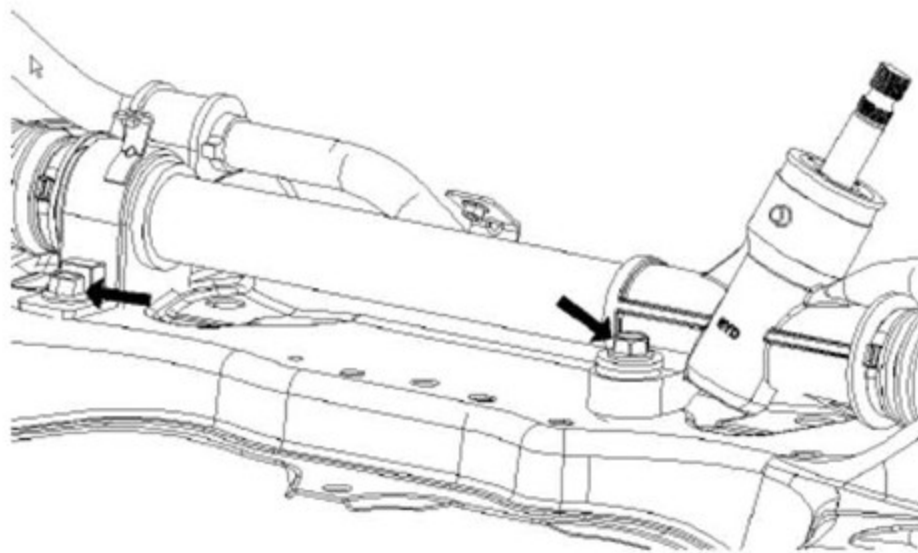

图24
- (1) 拆下隔热板与转向器右安装托架的螺栓。
- (2) 拆下隔热板与副车架上支架以及副车架的连接螺栓。
- 17、拆卸齿轮齿条转向器总成。如图24所示。